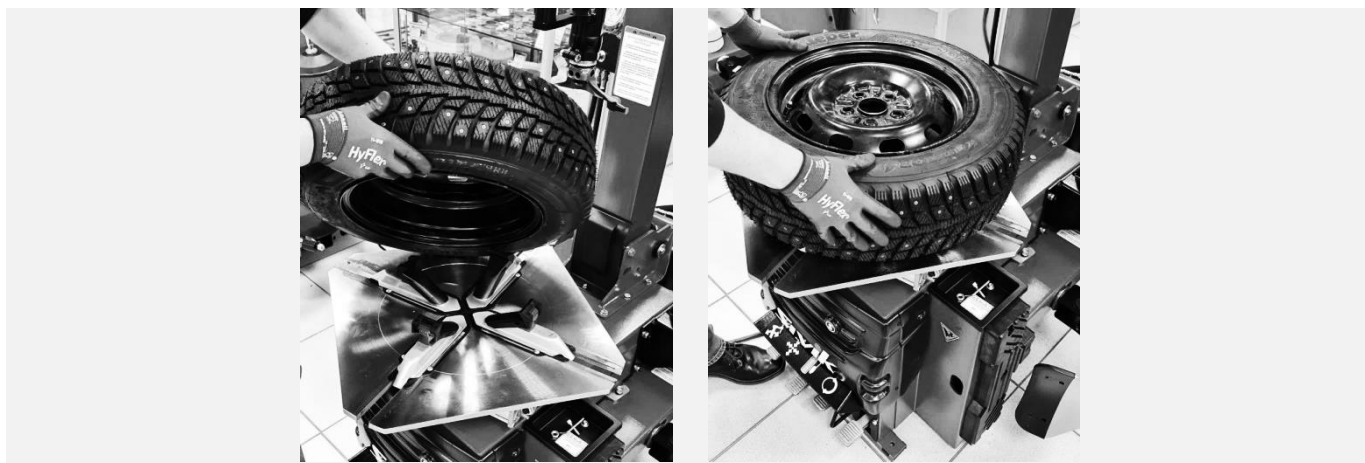

Рисунок 44
- Свести зажимные кулачки к центру поворотного стола, нажав педаль управления зажимными кулачками (см. Рисунок 44 ). Положить колесо на поворотный стол таким образом, чтобы все зажимные кулачки оказались внутри диска.